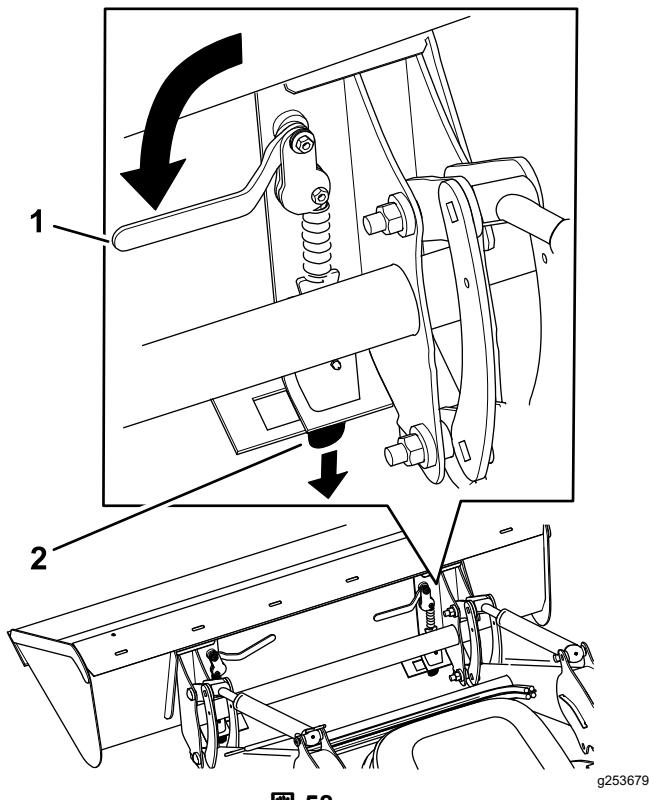

図 58
8. クイックアタッチレバーを車両中央側に倒すクイック取り付けピンをアタッチメント取り付けプレートに完全に通す図 58。